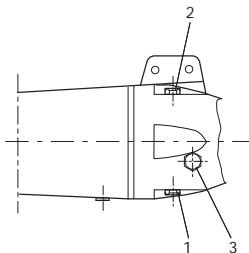

Рис. 33 Положение пробки сливного отверстия и отверстия для заливки масла
2. Ослабить и вывернуть пробку (поз. 2 на рис. 33).